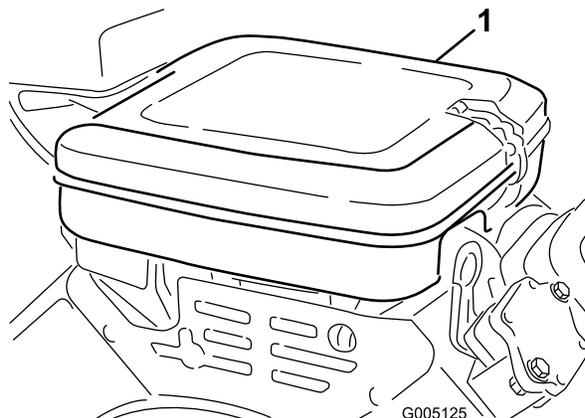

图41
1. 放开锁箍并拆下空气滤清器盖（图41）。彻底清洁滤清器盖。